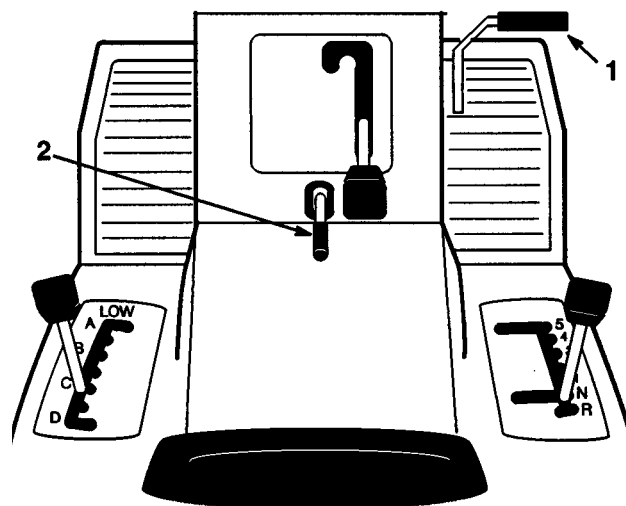

Fig. 2
1. Træd bremsepedalen (fig. 2) ned og hold den i den nedtrådte stilling.
2. Løft parkeringsbremsen (fig. 2) op og tag gradvist foden af bremsepedalen. Bremsepedalen bør forblive i den nedtrådte (låste) stilling.
1. Træd ned på bremsepedalen (fig. 2). Parkeringsbremsen bør nu blive udløst.